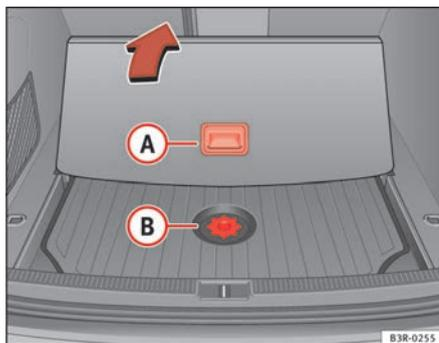

Fig. 185 Acceso a la caja de herramientas y gato
- Eche hacia atrás la cubierta de la superficie de carga agarrándola por el asidero **A** ⇒ fig. 185.
- Desenrosque el tornillo de fijación de la cubierta **B** ⇒ fig. 185.